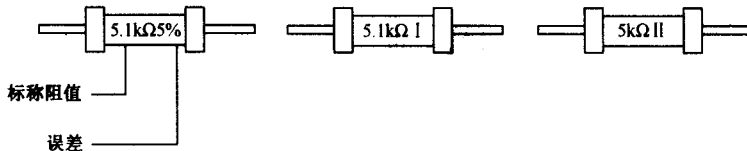

图 1-12 电阻器阻值与误差的数值表示法
• 直接标识法：将参数直接标识在电阻器外表面上。图 1-12 所示为几种常用的电阻器阻值与误差的数值表示法。图中左边两类是用数字和单位符号直接把标称阻值和允许偏差标在电阻表面，右边一类是用文字和数字符号组合表示电阻器的标称阻值，另外还可以用三位数字来表示标称阻值。